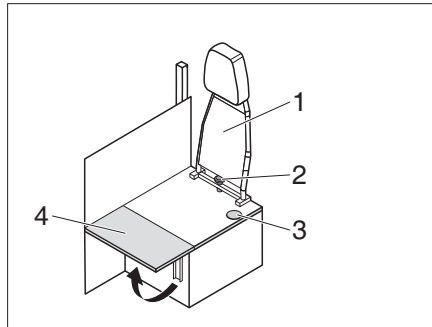

Fig. 203 Trasformazione da posizione di marcia a posizione abitativa
- Svitare la vite con manopola a stella (Fig. 203,2) e togliere lo schienale (Fig. 203,1) verso l'alto.
- Sollevare la prolunga del divanetto (Fig. 203,4).
- ▷ Per la trasformazione dalla posizione abitativa alla posizione di marcia procedere in ordine inverso. Prestare attenzione a condurre la cintura di sicurezza attraverso l'apertura (Fig. 203,3).